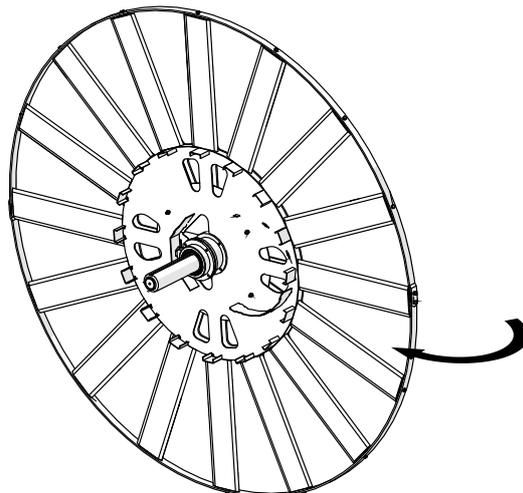

Abb. 5: Trommel wenden
6. Die weiteren Arbeitsschritte müssen von der anderen Seite ausgeführt werden (siehe Abb. 5).